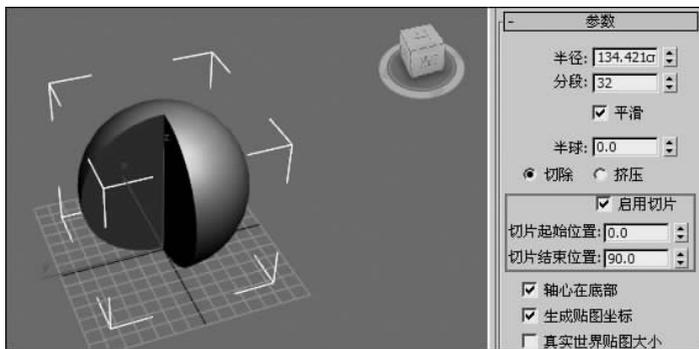

图 3-14 切片为 90 的球体
- (4) 选中“启用切片”复选框, 设置“切片结束位置”为 90。效果如图 3-14 所示。